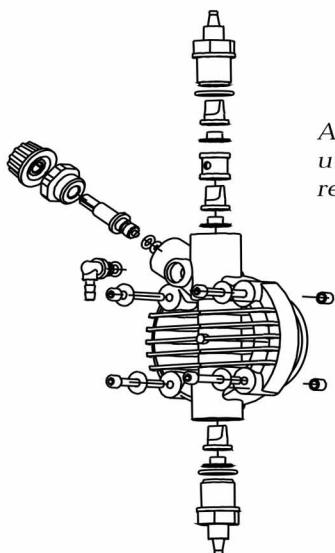

Fig. 10
2. Revise el funcionamiento de la bomba al menos cada 6 meses, así como la posición de los tornillos y de las juntas de impermeabilización. El control debe ser efectuado con más frecuencia en líquidos agresivos, prestando especial atención en la concentración de aditivo en la instalación. Su reducción podría ser debida al desgaste de las válvulas (en tal caso se deben sustituir siguiendo los pasos de la Fig.10) o al atasco del filtro, que se debe limpiar como se indica en el punto 3.
También se puede efectuar esta operación de la forma siguiente: una vez la bomba está desconectada de la instalación, sujetela boca abajo por unos pocos segundos (15-30) sin que los tubos estén conectados a los empalmes. Si resulta imposible, desmontar y volver a montar el cuerpo de la bomba (Fig.10) utilizando los cuatro tornillos de fijación.
El sistema es robusto, por lo que no se producen averías graves. Eventualmente se pueden producir pérdidas de líquido de algún empalme o junta fijatubos sueltos, o con más frecuencia, de la rotura del tubo de eyección. Raramente se producen pérdidas a causa de la rotura de la membrana por desgaste o de su revestimiento de sujeción. Aún así, si se produjeran, dichos componentes se deben sustituir desmontando los cuatro tornillos del cuerpo de la bomba (Fig. 10), montándolos de nuevo y enroscándolos de modo uniforme. Una vez eliminada la pérdida, se debe limpiar la bomba dosificadora de eventuales residuos de aditivo que hayan quedado impregnados, ya que podrían agredir químicamente la bomba.
- Desmonte la válvula de aspiración y eyección. A continuación, límpiela y móntela otra vez en la misma posición (Fig. 10). En caso que se detectara un hinchamiento de las válvulas, compruebe en el tablón correspondiente la compatibilidad del aditivo con el tipo de válvula montada en la bomba (válvula estándar de Vitron; la válvula esfera es opcional).